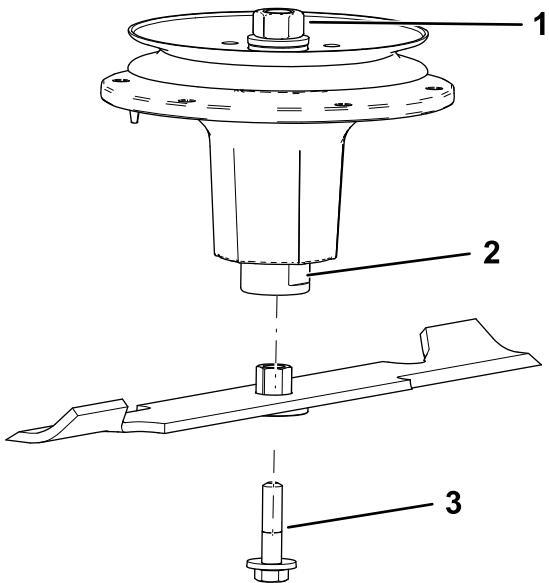

Figura 93
2. Instale el conjunto de buje/cuchilla en el eje (Figura 93).